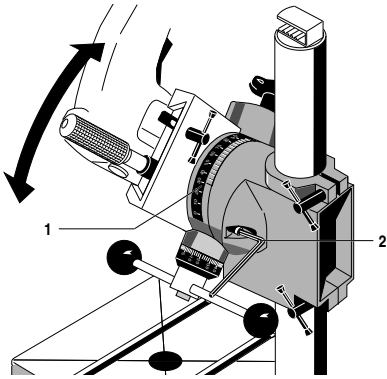

Fig. 6
1. Зажимные винты **2** (рис. 6) на обеих сторонах слегка ослабить при помощи шестигранного ключа.
2. Консоль повернуть влево в требуемое положение; при этом следит за шкалой **1** (рис. 6) с градуировкой.
3. Снова затянуть зажимные винты **2** (рис. 6).